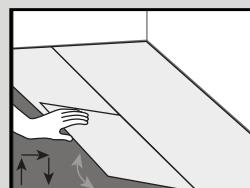
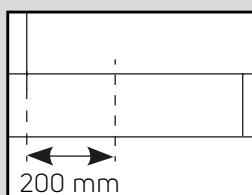
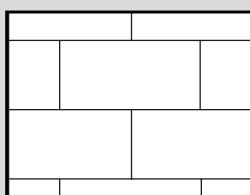

Fig. 3
Fig. 4a
Fig. 4b
- Commencez la deuxième rangée en emboîtant la languette dans la rainure qui tient la lame à un angle d'environ 30°. Poussez ensuite fermement la lame/dalle dans la rainure de la première rangée. Posez la lame/dalle suivante en emboîtant la languette dans la rainure sur le côté long (Figure 3). Il convient de poser les dalles et les lames en « décalé » pour faire en sorte que les quatre coins ne se touchent jamais (Figure 4a et Figure 4b).